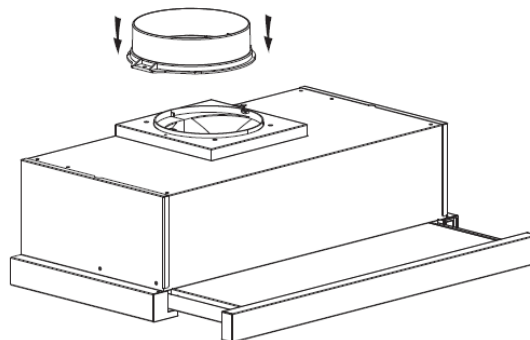

Рис.5
1. Прикрепите розетку к вытяжке с помощью 2 винтов (ST4\*8). Затем закрепите воздуховод на выходе и выведите ее на вентиляционную шахту. См. рис.5.